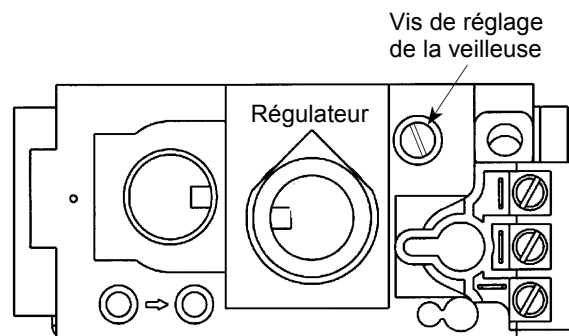

Figure 49. Réglage de veilleuse à la valve de contrôle et bouton du régulateur de gaz.
2. FLAME PILOT : Vous pouvez surveiller la flamme du pilote derrière le brûleur dans la découpe sous le rondin arrière. Voir fig. 48, pg. 25. La flamme du pilote doit être constante, et non pas soulever ou flotter. La flamme doit être de couleur bleue autour du capot du pilote, avec des traces de jaune vers les bords extérieurs. La flamme pilote devrait englober le thermocouple et le thermopile et se projeter du capot pilote vers les ports de report du brûleur. Ajuster l'intensité de la flamme du pilote à l'aide de la vis d'ajustement située à droite du bouton de régulateur de la soupape. Voir fig. 49.
3. AJUSTEMENT DE BURNER DE MANUAL : Ce poêle est équipé d'une soupape variable de commande de gaz qui permet l'ajustement manuel de la hauteur de flamme et de la sortie de chaleur. Pour régler l'intensité de la flamme, faites pivoter le bouton de régulateur. La hauteur de la flamme s'ajustera d'environ 50 % entre les réglages LOW et HIGH. **AUCUNE FUMÉE OU SUIE NE DOIT ÊTRE PRÉSENTE. VÉRIFIEZ LE PLACEMENT DU JOURNAL SI DE LA SUIE OU DE LA FUMÉE EST PRÉSENTE. SI SOOT OU SMOKE PERSISTS, THE AIR SHUTTER(S) MAY NEED TO BE adjusted.**